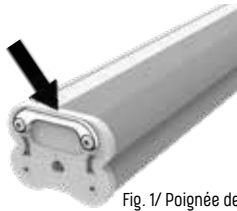
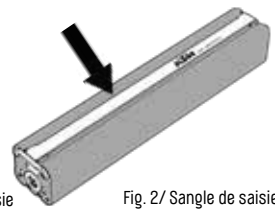

Fig. 1/ Poignée de saisie
Fig. 2/ Sangle de saisie
3. La batterie peut à présent être retirée du cadre. Pour cela, basculez la batterie côté serrure hors de son support ① et tirer-la hors de la zone des contacts électriques ②. Selon le modèle, le côté serrure se trouvera en haut «Fig. 1/ Poignée de saisie» sur la page 20 ou en bas «Fig. 2/ Sangle de saisie» sur la page 20